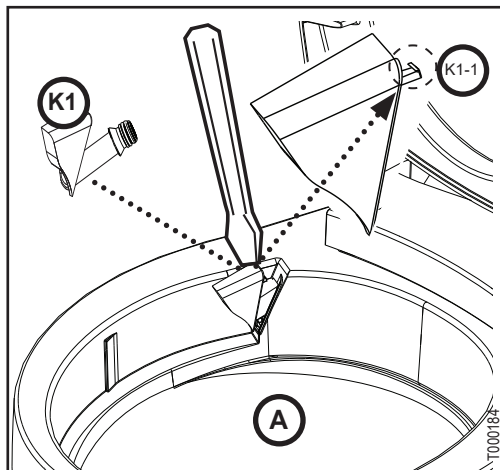

Fig. 2
2. To install new assembly, insert **K2** and **K1** in to **A** opening with barbed end first (Fig. 2).
2. Pour installer le nouvel ensemble, insérez d'abord **K2** et **K1** dans le raccord de **A** (Fig. 2).
2. Para instalar un nuevo conjunto, insertar **K2** y **K1** en la abertura de **A** con el extremo dentado primero (Fig. 2).